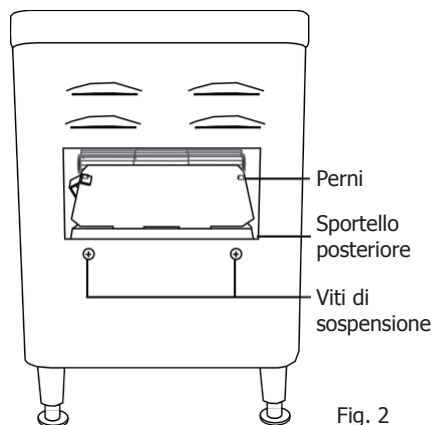

Fig. 2
2. Montarlo all'interno dell'apparecchio appoggiando il labbro curvo dello sportello sui due perni all'estremità del nastro [Fig. 2].